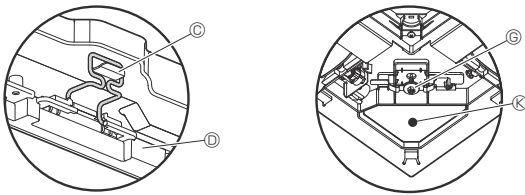

Fig. 9-7
- Nach dem Festziehen der Schraube prüfen, dass die beiden Gitterhaken (Fig. 9-7) in den Haken am Hauptgerät eingerastet sind.